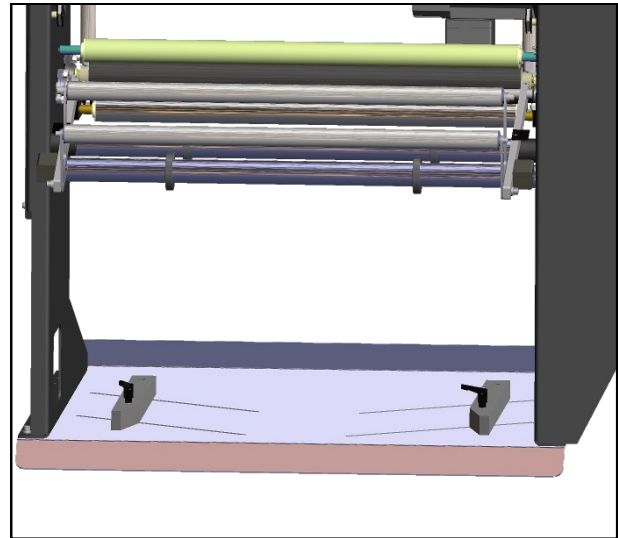

图 2-6C。盒子导轨。
3. 松开盒子导轨并打开导轨，为装有包装袋的盒子腾出空间。图 2-6C